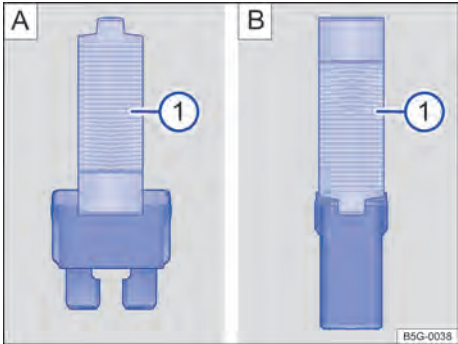

Fig. 244 Retirar ou colocar o fusível com a pinça de plástico: A) fusível plano, B) fusível de bloqueio.
→ Fig. 244 ① da cobertura da caixa de fusíveis.
→ Fig. 244 A ① ou → Fig. 244 B ① lateralmente no fusível.
- Caso o fusível esteja queimado, substituir o fusível por um novo da *mesma* intensidade (mesma cor e inscrição) e do *mesmo* tamanho → ①.